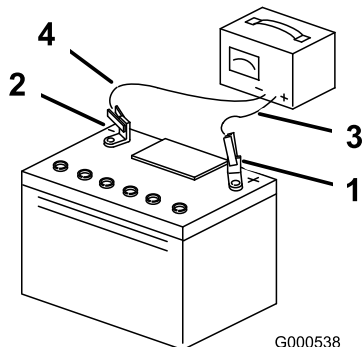

Figura 39
3. Cuando la batería esté completamente cargada, desconecte el cargador de la toma de electricidad, luego desconecte los cables del cargador de los bornes de la batería (Figura 39).